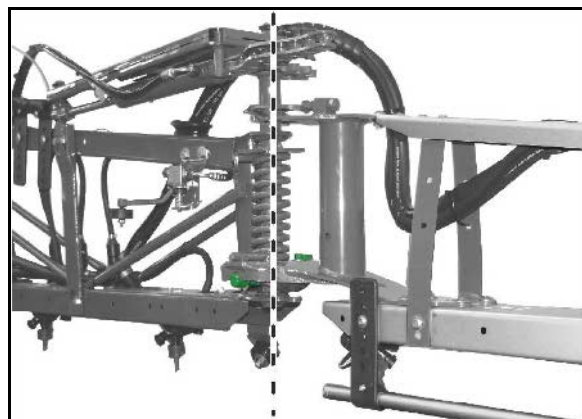

Bild 95
## Låsa upp svängningsdämpningen (Bild 95/1):
- Svängningsutjämnningen (Bild 95/1) låses upp och den utfällda sprutrampen kan svänga fritt mot ramphållaren. Svängningsdämpningens skyddsutrustning har här avlägsnats för bättre åskådlighet.
## Låsa svängningsdämpningen (Bild 95/2):
- Svängningsutjämnningen (Bild 95/2) är låst när den låsta hänglåsymbolen syns i manöverterminalens display.